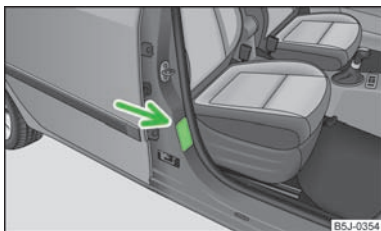

Fig. 104
- Este hecho lo indica también el adhesivo que se encuentra en la columna B en el lado del acompañante » fig. 104. El adhesivo es visible al abrir la puerta del acompañante. Para algunos países se pega el adhesivo también en la visera parasol del acompañante.